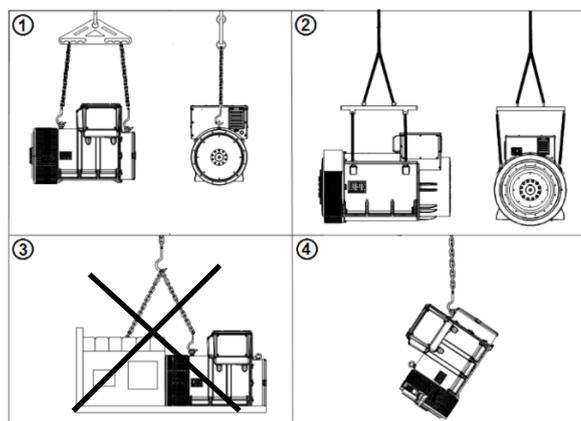

Abbildung 3.1: Handhabung des Lichtmaschines
- Die Position 1 in Abbildung 3.1, stellt die richtige Handhabung der Lichtmaschinen AG10 250, 280, 315 und 355 dar;
- Die Position 2 in Abbildung 3.1, stellt die richtige Handhabung der Lichtmaschinen AG10 400 dar;
- Die Positionen 3 und 4 in Abbildung 3.1 stellt die richtige Handhabung der Lichtmaschinen dar.